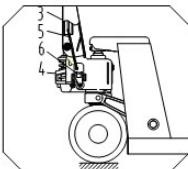
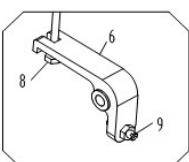

рис. 2
рис. 4
Вставьте дышло 3 в положение А. Соедините дышло 3 и корпус насоса 4 с помощью оси 2. См. рис. 2. Проденьте цепь 4 дышла сквозь среднее отверстие оси 2.
Возмите резьбовую гайку, которая находится на конце цепи 5, и зацепите за паз фигурного рычага 6. См. рис. 2 и рис. 4. Затем проденьте пружинный штифт 2 сквозь ось 1 и зафиксируйте ее.
1. Найдите винт 9 (см. рис. 4).